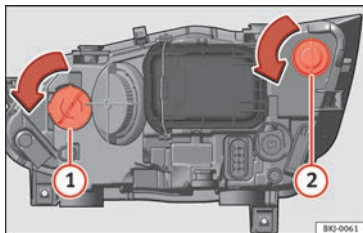

Fig. 112 Dans le compartiment moteur : ampoule du clignotant ① et ampoule du feu DRL (feu de circulation de jour) ②.
- Tournez le porte-ampoule » fig. 112 ① ou ② vers la gauche puis tirez.